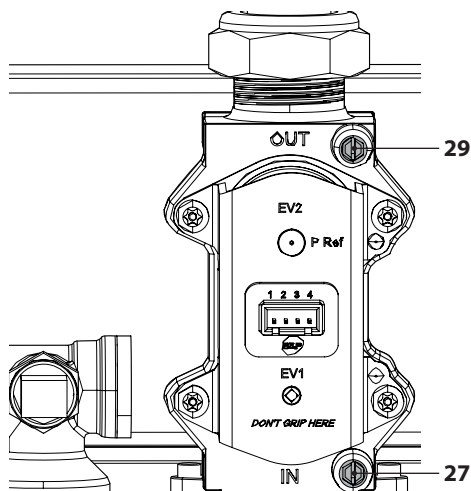

Figura 7.1
- A caldaia spenta (fuori servizio), controllare la pressione di alimentazione utilizzando la presa 27 in Figura 7.1 e confrontare il valore letto con quelli riportati nella tabella Pressioni di alimentazione gas nella sezione "Dati tecnici M305V.2025 ST" a pag. 26 e "Dati tecnici M305V.2429 ST" pag. 30.
- Richiudere bene la presa di pressione 27 in Figura 7.1.